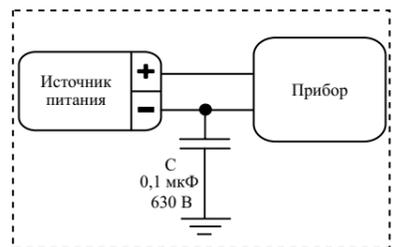

Рисунок 2
**ВНИМАНИЕ! В ЦЕЛЯХ ПОВЫШЕНИЯ ПОМЕХОУСТОЙЧИВОСТИ СИСТЕМЫ ОХРАННО-ПОЖАРНОЙ СИГНАЛИЗАЦИИ МИНУСОВОЙ ПРОВОД ИСТОЧНИКА ПИТАНИЯ ПРИБОРА РЕКОМЕНДУЕТСЯ ЗАЗЕМЛЯТЬ ЧЕРЕЗ НЕПОЛЯРНЫЙ КОНДЕНСАТОР ЕМКОСТЬЮ 0,1 – 0,47 мкФ х 400 В (ИЛИ БОЛЕЕ), НАПРИМЕР: К73-17, 0,1 мкФ, 630 В (РИСУНОК 2).**